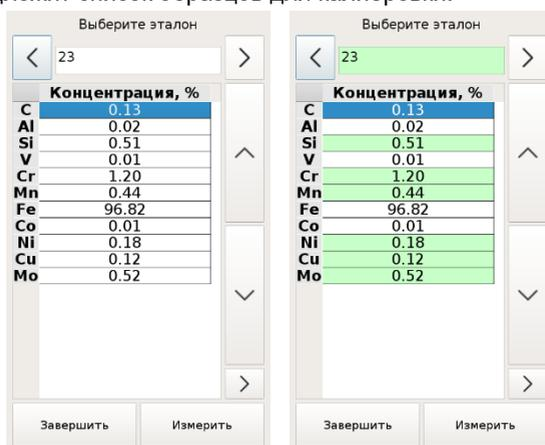

Рисунок 31 Окно выбора калибровочного образца
4.6.9.10. После добавления точки в калибровку или ее удаления вам будет предложено выбрать следующий образец. Зеленым цветом будут выделены образцы, которые были измерены для калибровки. Строки элементов закрашены зеленым – эти концентрации записаны в калибровку (Рисунок 31).